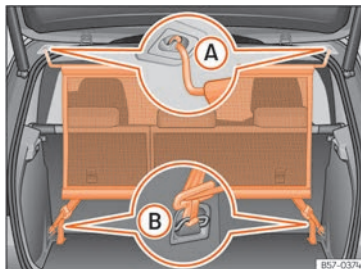

Abb. 127 Trennnetzwanne eingebaut.
- Netztrennwanne in der linken Aufnahme am Dach einhängen »» **Abb. 127 A**. Darauf achten, dass die Querstange über die obere Position hinaus nach unten gezogen wird.
- Netztrennwanne in der rechten Aufnahme am Dach durch Zusammendrücken der Querstange einhängen »» **Abb. 127 A**.
- Beide Haltehaken der Netztrennwanne in die vorderen Verzurrösen im Gepäckraum »» **Abb. 127 B** einhängen und die Gurte fest spannen.